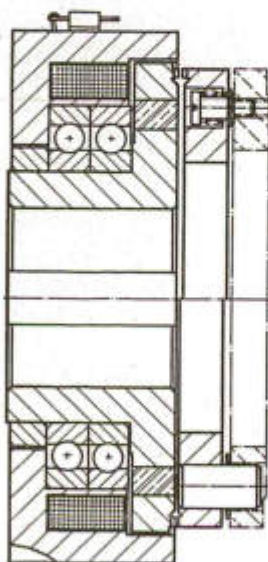
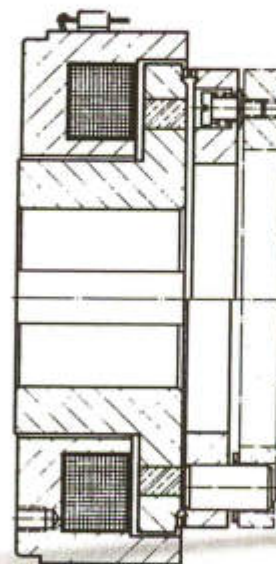

Abb. 1
Abb. 2
3. In eingebautem Zustand ist der Rundlauf des Schleifringes und der Planschlag des Ringmagneten zahnseitig zu prüfen. Jeweils zulässiger Fehler: 0,02 bzw. 0,03 mm (siehe Bild 1).
a) Schaltung mit Gegenstrom (siehe Bild 2)
- ① Transformator mit zwei getrennten Sekundärwicklungen
- ② Gleichrichter für Erregerstrom
- ③ Gleichrichter für Gegenstrom
- ④ Einweggleichrichter
- ⑤ Schiebewiderstand, stufenlos regulierbar, zum Einstellen des Gegenstromes
- ⑥ Löschwiderstand (verringert die Induktionsspannung beim Abschalten)
- ⑦ Kupplung
- ⑧ Sicherung
- ⑨ Schalter
Das was die schleifringlose Magnet-Zahnkupplung von derjenigen mit Schleifringen im wesentlichen unterscheidet, ist der stillstehende Spulenkörper, der dadurch bedingt entweder eine Lagerung innerhalb des Magnetkörpers (Abb. 1) oder eine Befestigung am Gehäuse erhält (Abb. 2). Der Spulenkörper trägt eine zweipolige Anschlußklemme für den Anschluß des Stromzuführungskabels und enthält in der gelagerten Ausführung, Nuten zur Sicherung gegen Verdrehen. Obwohl das Magnetfeld sich hierbei im Gegensatz zur Schleifringkupplung über zwei Luftspalte schließt, bestehen Funktionsunterschiede zwischen beiden Kupplungsarten im Grunde genommen nicht. Übereinstimmen auch die Anschlußmaße, so daß dadurch auch der normale Mitnahmering erhalten bleibt. Bei gleichen Anschlußmaßen der Nabenbohrung und des Ankers bzw. des Mitnahmeringes baut die schleifringlose Kupplung lediglich breiter und im Außendurchmesser etwas größer.
Bei schleifringlosen Magnet-Zahnkupplungen gibt es, wie bereits angedeutet, verschiedene Ausführungsformen, und zwar solche, deren Spulenkörper im Gehäuse zu zentrieren und zu befestigen sind (Abb. 2) sowie solche, die einen wälzgelagerten Spulenkörper aufweisen (Abb. 1). Letztere unterscheiden sich wieder in für Trockenlauf und für Öllauf bestimmte Kupplungen. Während trockenlaufende Kupplungen eine Fettfüllung erhalten, die normalerweise keiner Nachschmierung bedarf, sind in unter Schmieröl arbeitenden Kupplungen entsprechende Bohrungen eingearbeitet, durch denen das Öl zu und austreten kann. Diese Ölbohrungen sind freizuhalten, wenn die Schmierung gewährleistet sein soll. Empfehlenswert ist es sogar, den angrenzenden Maschinenteilen eine den Öldurchsatz fördernde Ausbildung zu geben.